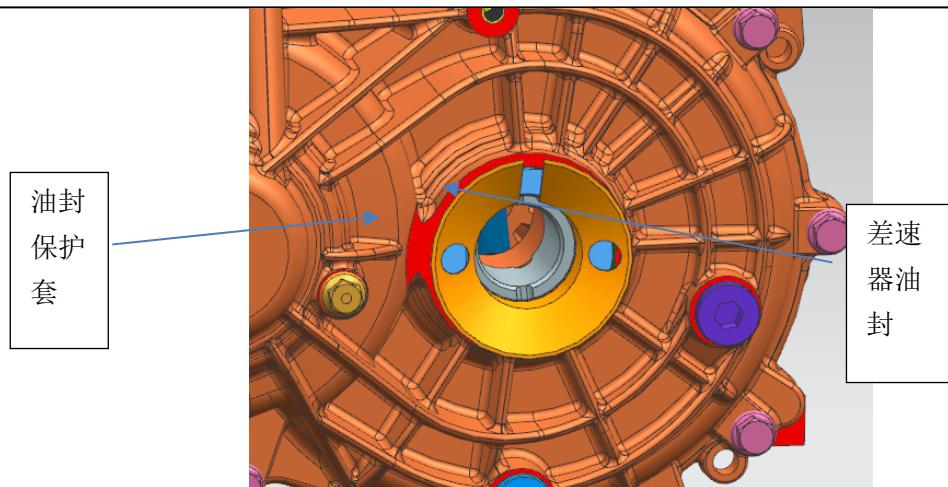

图 1 油封保护套
2) 前驱电动总成在分解修理后, 再重新装到车上, 驱动电机和前箱体是一体的, 待驱动电机传动轴插入变速箱差速器端口前, 使用差速器油封保护套 (如图 1), 然后将传动轴插入到差速器端口花键卡圈锁住, 确保差速器油封无异常, 防止刮伤油封。加入 0.8L 润滑油。确认注油螺塞和放油螺塞螺纹无异常, 注油螺塞打紧力矩 35-39N.m, 放油螺塞打紧力矩 47-53N.m, 涂漆标。安装驱动电机控制器时, 注意四个驱动电机控制器的螺栓孔位置, 三相线与驱动电机相连接时, 注意不要刮伤驱动电机和驱动电机控制器。